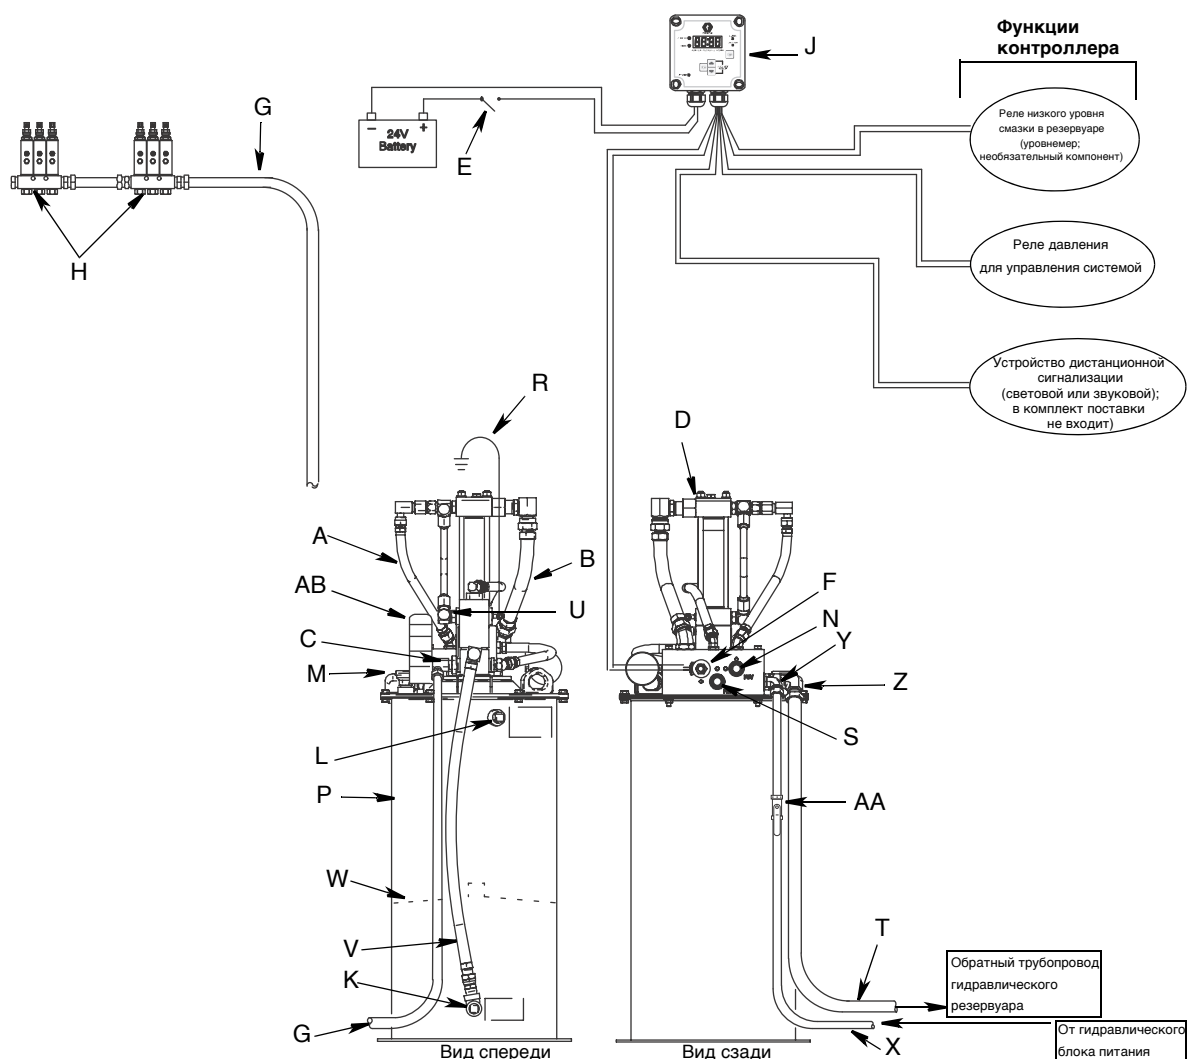
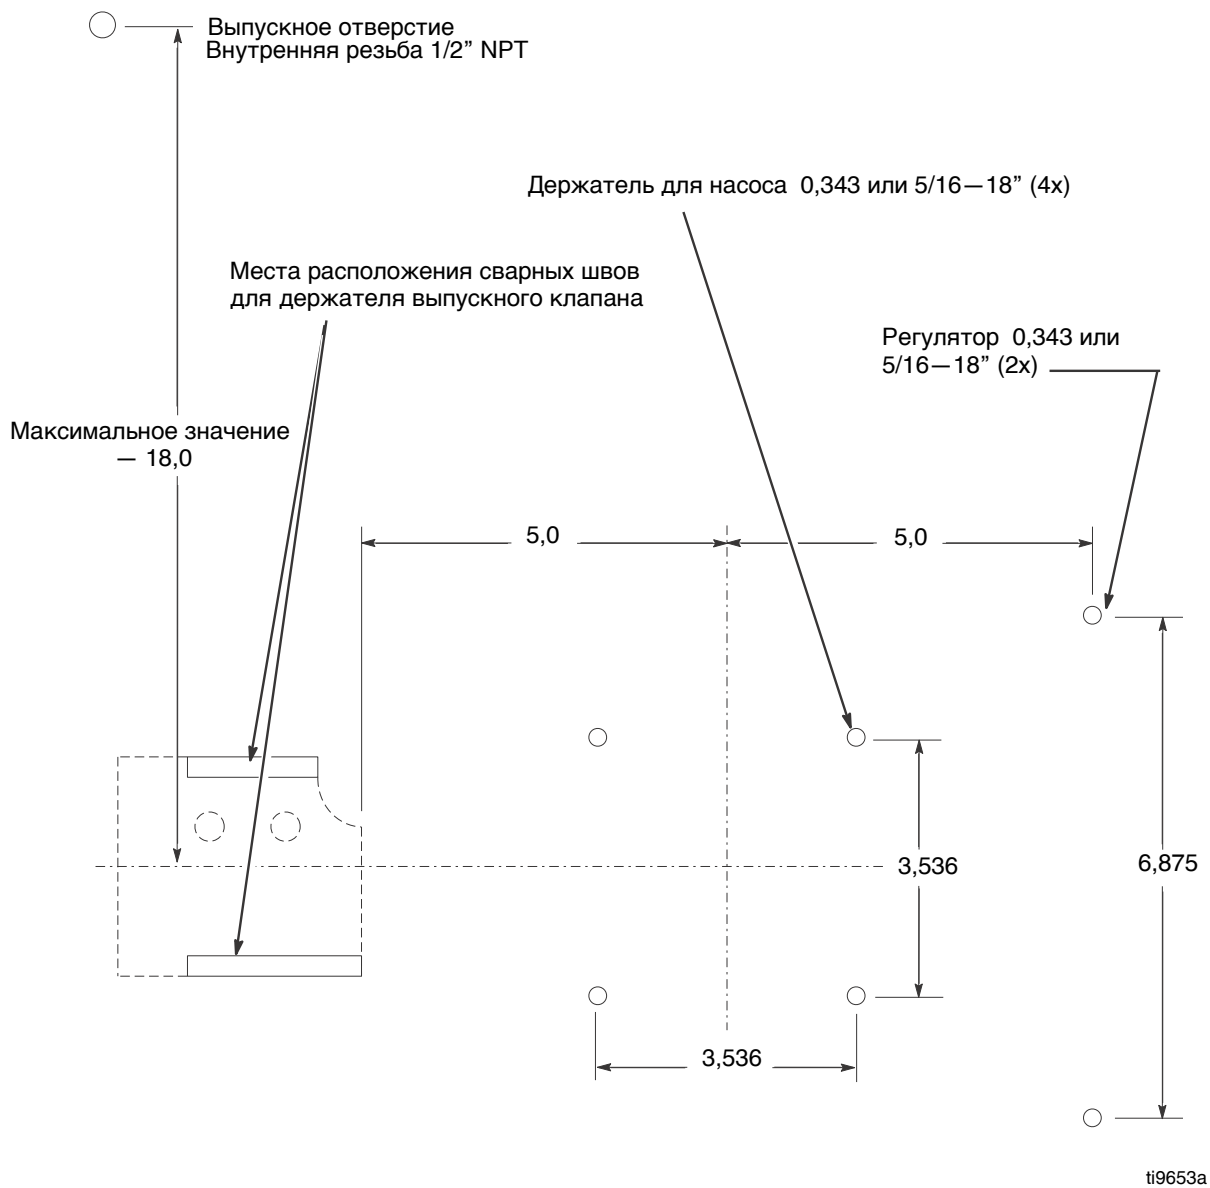

Рис. 4
Рис. 7
(См. Рис. 4 на стр. 8.)
1. Приварите держатель (см. Рис. 7, стр. 10) на место согласно рекомендуемой схеме установки выпускного клапана. При желании держатель можно покрасить.
2. Соедините трубопровод гидравлического регулятора (A) с гидравлическим регулятором выпускного клапана (J).
3. Подключите трубопровод выходного соединения насоса (C) к выпускному отверстию насоса.
4. Подключите трубопровод подачи смазки высокого давления (G, Рис. 4, стр. 8), предназначенный для ввода смазки в инжекторную систему, к отверстию для вывода смазки (E).
5. Подключите выпускной трубопровод (F) к специализированному баку (в комплект поставки не входит).
Представленные на рис. 4—7 схемы можно использовать для выбора и установки компонентов системы. За поддержкой в разработке системы, отвечающей вашим требованиям, обращайтесь к местному дистрибьютору компании Graco.